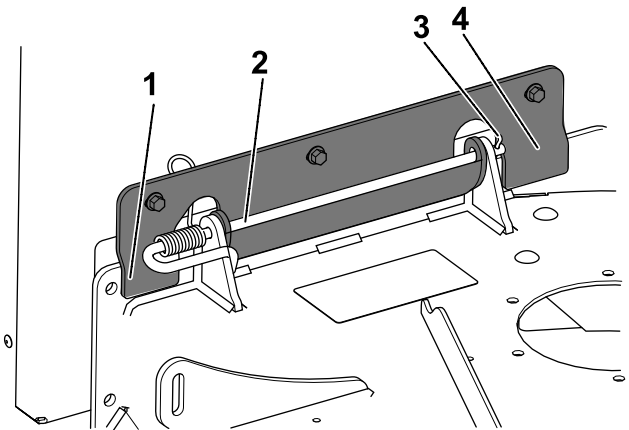

図 12
1. バガーの取り付けブラケットに付いている前後のタブを、図 12 のように位置決めする。
4. 先に外してあったロッドとピンを取り付ける 図 12 を参照。